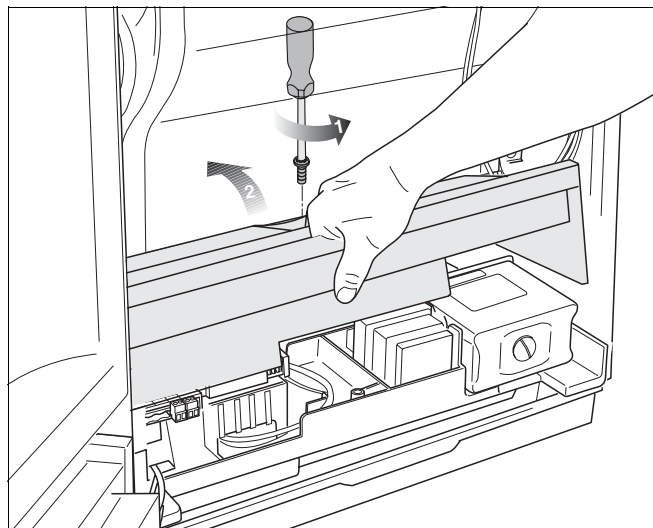

Fig. 23 Închideți cu clapa în sus capacul racordurilor electrice.
- 1 Desfaceți șuruburile capacului racordurilor electrice și închideți capacul cu clapa în sus (Fig. 23).